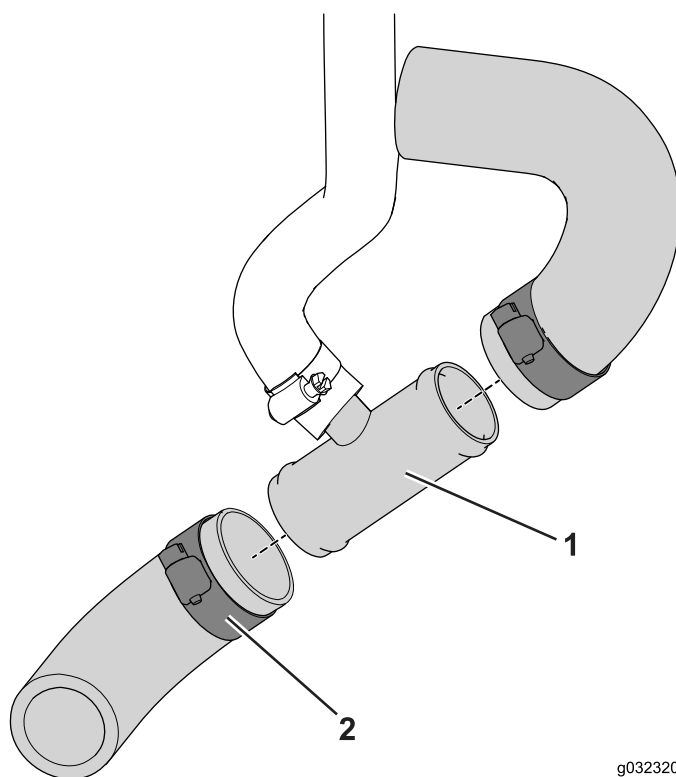

Figure 21
3. Glissez les extrémités coupées sur le raccord en T et fixez le tout avec le collier, comme montré à la Figure 21.